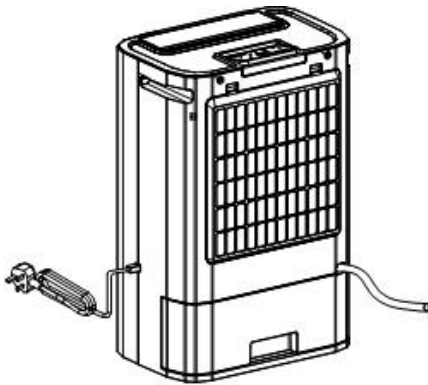

Fig 1
- 3.5. Ahora empuje el depósito de agua a su posición normal. Asegúrese de que la manguera pase por la pequeña abertura prevista para ello a la derecha, encima del depósito de condensación, y de que todo esté bien asentado y no pueda salir agua por las conexiones (véase la fig. 1).